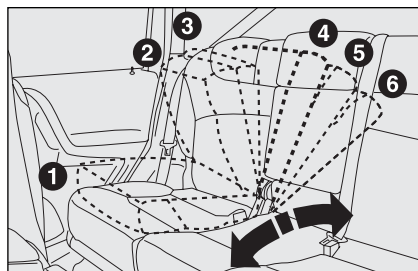

fig. 16
- ☐ posicione o banco traseiro de correr na posição todo atrás e com o encosto regulado na 4ª posição, como ilustrado na **fig. 16**.
- ☐ posicione o banco traseiro de correr na posição todo atrás e com o encosto regulado na 4ª posição, como ilustrado na **fig. 16**;